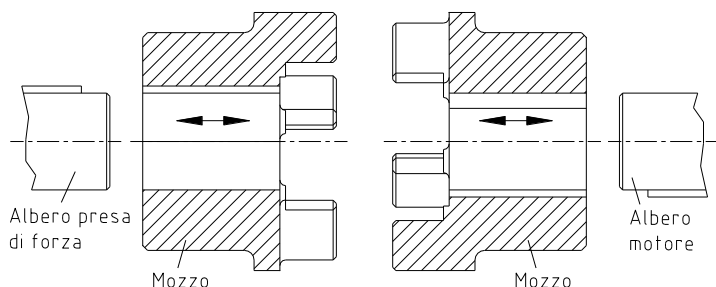

Figura 5: Montaggio dei mozzi
- Montare i mozzi sull'albero del lato di comando e di condotto (vedi figura 5).